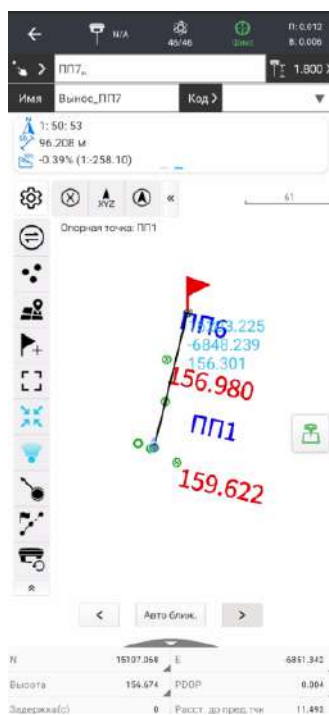

Рисунок 4.9.10
■ Нажатием кнопок  и  можете центрировать и ориентировать экран выноса по вашему текущему местоположению и направлению движения соответственно (Рисунок 4.9.10).
1. При нажатии кнопки  (Рисунок 4.9.10) будет выполнен переход в меню **Выноса со смещением** (Рисунок 4.9.11).